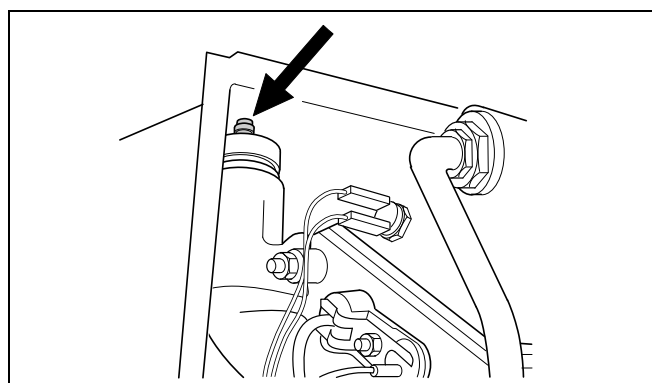

Abb. 17 Automatischer Entlüfter
- Schutzkappe am automatischen Entlüfter eine Umdrehung aufdrehen (Abb. 17). Sollte der Druck durch das Entlüften unter den Mindestdruck abgefallen sein, Wasser nachfüllen.